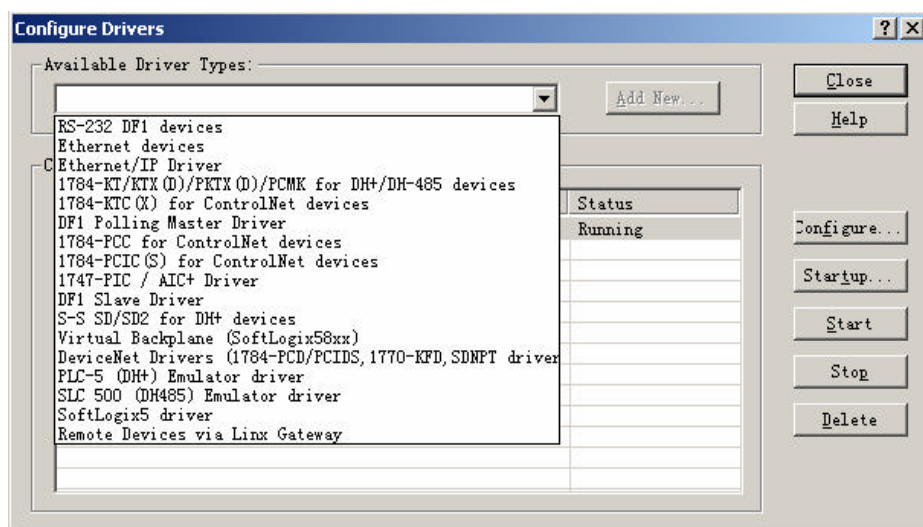

图 3-30 选择驱动组态类型
8. 弹出标题为 Configure Driver 的窗口。单击 Available Driver Types 对话框中的下拉箭头，选择 Ethernet devices，如图 3-30 所示。